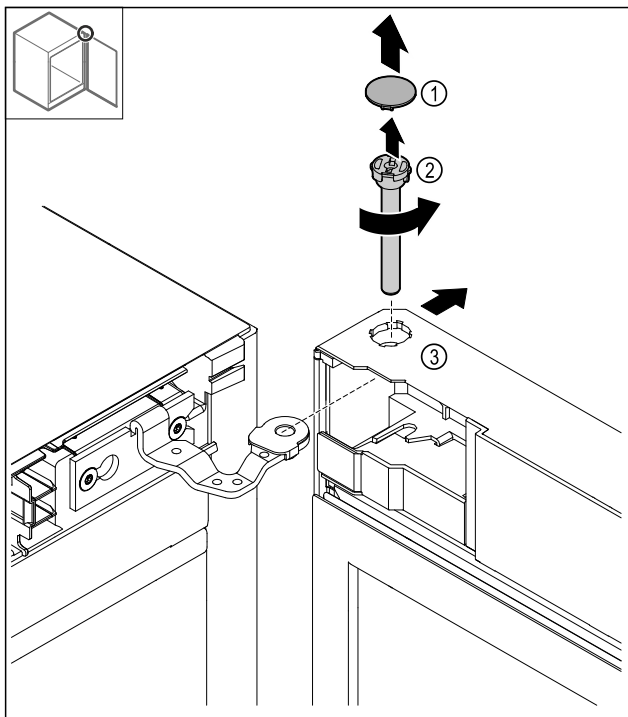

Fig. 13
- ▶ Sejměte kryt Fig. 13 (1).
- ▶ Uvolněte a vytáhněte čep Fig. 13 (2) proti směru hodinových ručiček.
- ▶ Dveře Fig. 13 (3) mírně naklopte.